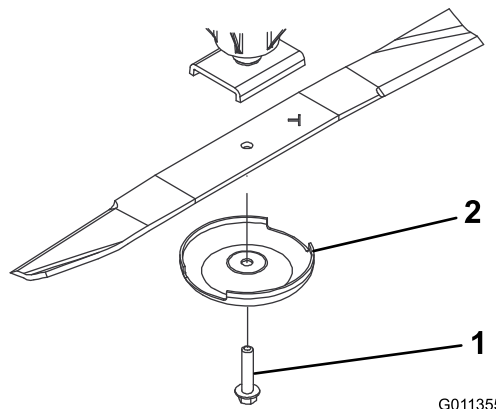

Figura 129
3. Retire del eje de la cuchilla el perno de la cuchilla, el protector de césped y la cuchilla (Figura 129).